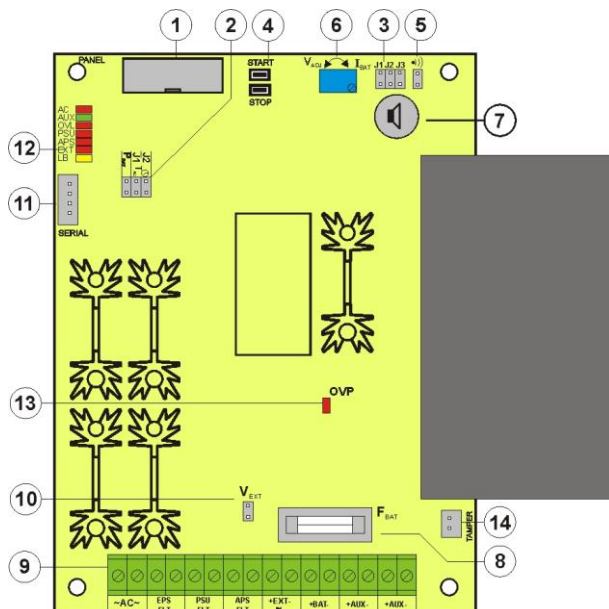

Abb. 2. Ansicht der PCB Platte des Netzteils.
Tabelle 1. Elemente der pcb -Platte des Netzgeräts (Abb. 2).
①	Separationstrafo
②	Patte des Netzgeräts(siehe Tab. 1, Abb. 2)
③	TAMPER ; Mikroschalter (Kontakte) des Antisabotageschutzes (NC)
④	F_{MAINS} Sicherung im Kreis der Speisung (230V/AC)
⑤	L-N Klemme der Speisung 230V/AC,  Schutzklemme PE
⑥	Steckverbinder des Akkus; positiv: +BAT = rot, negativ: - BAT = schwarz
⑦	Griff des Antisabotagetampers.